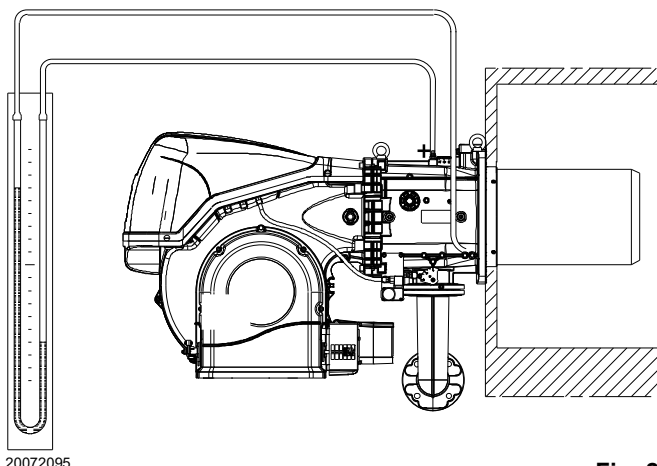

Fig. 24
- Montar un manómetro en U o un manómetro de tipo diferencial (Fig. 24), con toma (+) en la presión del gas del manguito y (-) en la cámara de combustión.